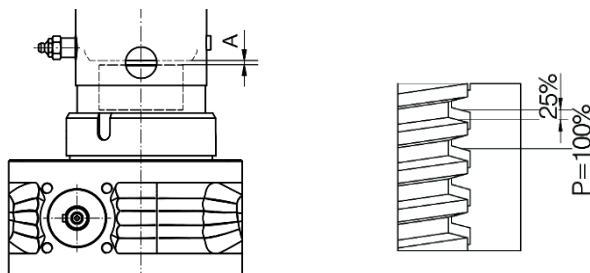

Abb. 12: Предохранительная гайка SIFA: размер "А" для сравнения во время испытаний на износ
3. При наличии предохранительной гайки SIFA измерьте и запишите размер „А“ (см. Рис. 12). Этот размер в новом состоянии служит в качестве размера для сравнения в дальнейшем процессе эксплуатации, и необходим для того, чтобы впоследствии иметь возможность оценить износ (см. Глава 7.1.1.)
3. Если имеется предохранительная гайка SIFA, проверьте степень износа согласно Рис. 12.